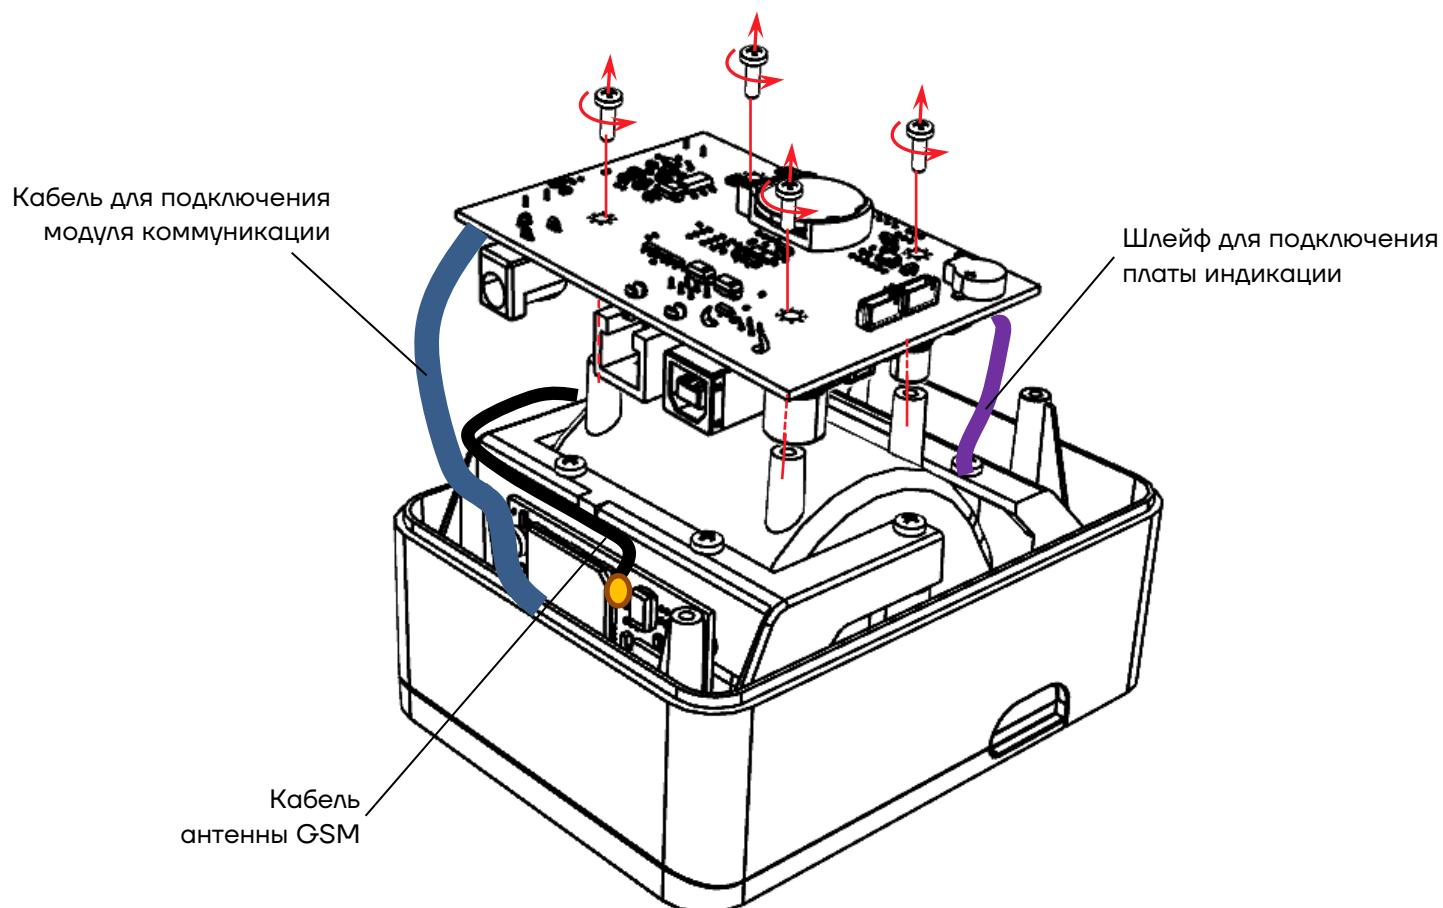

Рисунок 9. Отделение блока управления от нижней части корпуса
**8** Аккуратно отвести блок управления от нижней части корпуса на расстояние не более длины кабеля модуля коммуникации и шлейфа модуля индикации (см. рисунок 9). В случае если в корпус ККТ установлен модуль коммуникации, то отключить от разъёма **XT17** блока управления кабель МК и от разъема **XT1** шлейф модуля индикации (см. рисунок 3, рисунок 4, рисунок 5 для БУ AL.P813.40.000 rev. 1.1, AL.P813.40.000 rev. 1.2 и AL.P813.40.000 rev. 1.3 соответственно).
- 11** Совместить отремонтированный или новый блок управления со стойками в нижней части корпуса ККТ, вкрутить винты крепления (см. рисунок 9).
- 13** Совместить блок управления со стойками верхней части корпуса так, чтобы отверстия блока управления и стоек совпадали, вкрутить винты (см. рисунок 9).